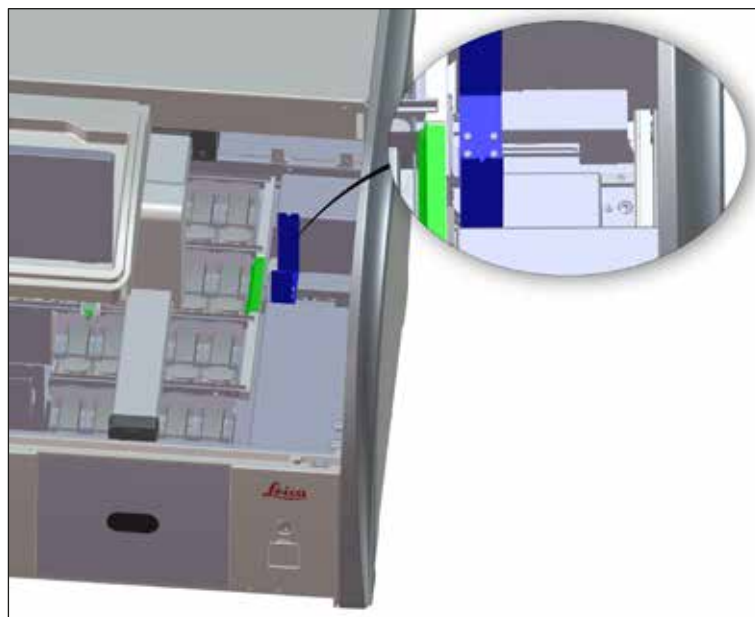

Fig. 98
- Verificați în mod regulat stația de transfer (→ "Fig. 98") pentru reziduurile de reactivi și, dacă este necesar, curățați-o cu un agent de curățare ușor, cu o valoare neutră a pH-ului.